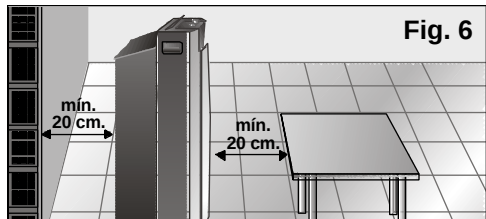

Fig. 6
- ❑ Voor de veiligheid is het nodig voordat u uw apparaat aansluit dat dit tenminste 20 cm van elke oppervlakte in de buurt verwijderd is, Fig. 6.